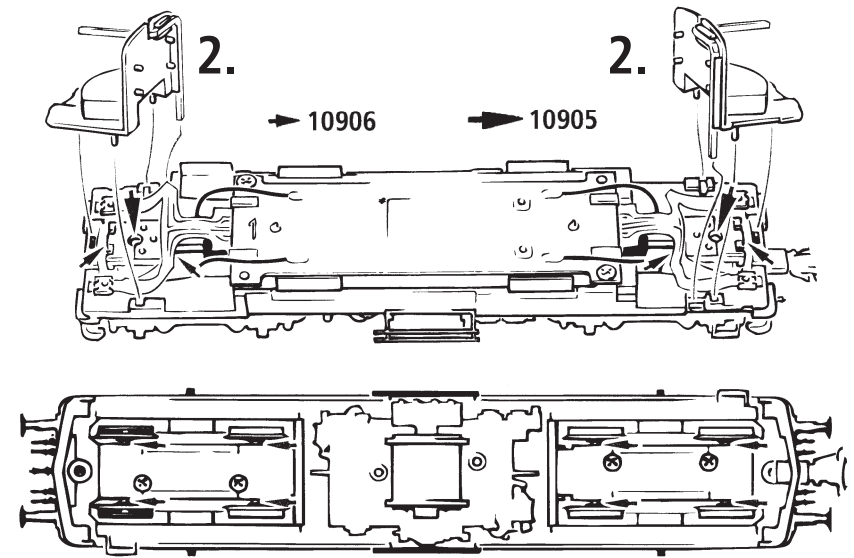

Fig. 8
**Ausführung für Wechselstrom:** siehe Fig. 8
**A.C. operation:** see fig. 8
**Version en courant alternatif:** voir fig. 8